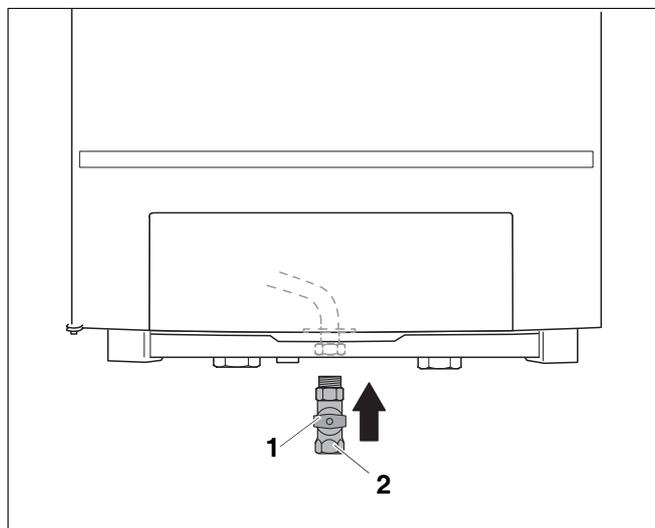

Fig. 13 Collegamento del raccordo del gas
- Installare il rubinetto di intercettazione (fig. 13, **pos. 1**) nella tubazione del gas (GAS). Utilizzare un rubinetto con un diametro minimo di almeno 1".
- Collegare la tubazione del gas, senza tensioni ai raccordi (fig. 13, **pos. 2**) ed utilizzare tubature con un diametro minimo di almeno di 1".